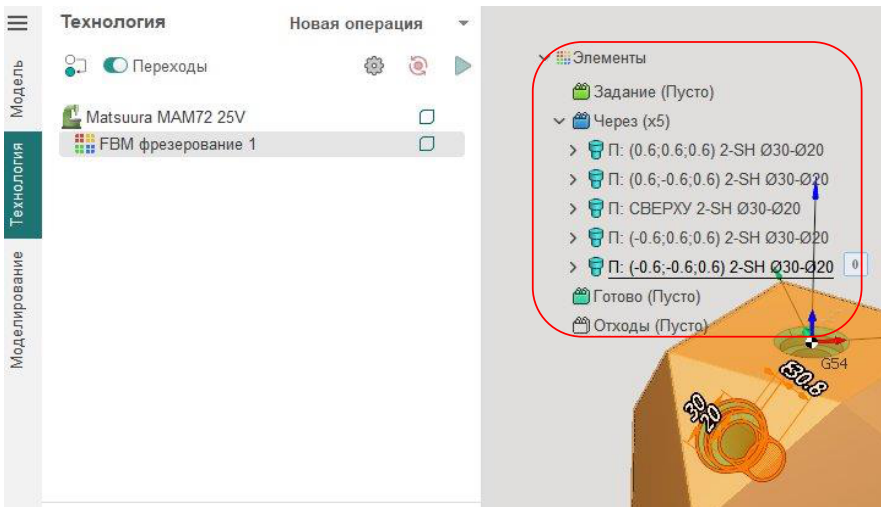

Рис. 8-10. Меню задания операций для элементов.
Т.к. элементы одинаковые, выберите их все и напротив первого нажмите на иконку с символом 0 (0 операций пока) (1 на рис. 8-10) и нажмите Добавить операцию (2). Система предложит варианты технологии, выберите Сверление и выборка (3).